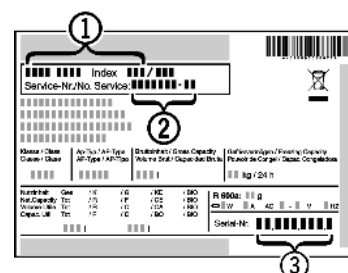

Fig. 22
▶ Считать обозначение устройства Fig. 22 (1), сервисный номер Fig. 22 (2) и серийный номер Fig. 22 (3) с заводской таблички. Заводская табличка находится внутри устройства слева.